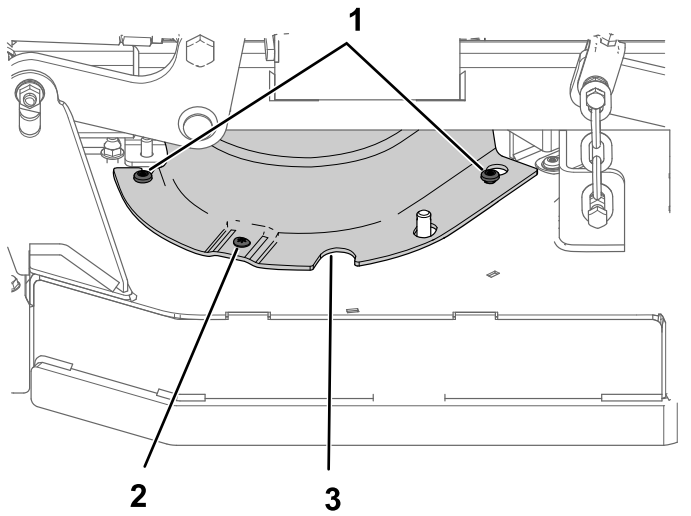

Figura 31
1. Afloje los 2 pernos de cuello largo y el tornillo (Figura 31).